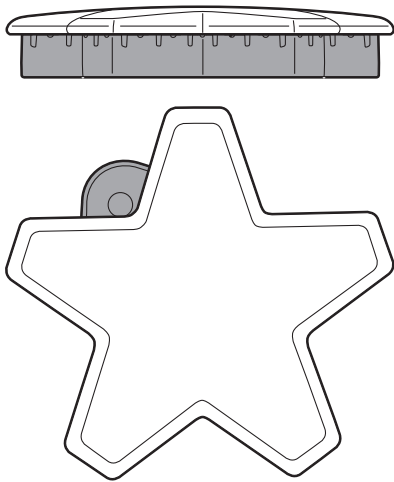
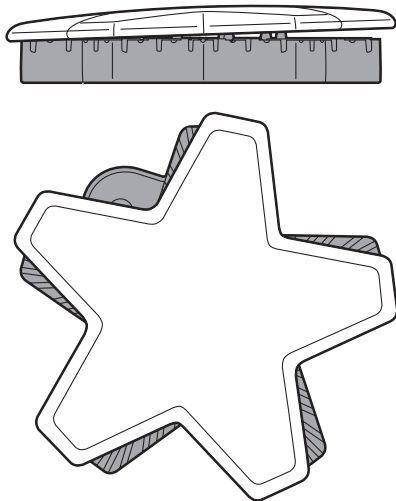

Figura 6: Tapa de quemador colocado correctamente
Figura 7: Tapa de quemador colocado incorrectamente
- Compruebe cada quemador para asegurarse de que no hay espacio entre la tapa y la base del quemador. Vea las *Figura 6* y *Figura 7* para ejemplos de tapa de quemador instalada correctamente e incorrectamente.
- Puede intentar mover con cuidado las tapas de los quemadores lateralmente para asegurarse de que están colocadas correctamente en su base. Cuando así sea, las tapas estarán rectas en la base y cubrirán completamente la base del quemador en forma de estrella al mirarlas desde arriba, como se muestra en la *Figura 6*.